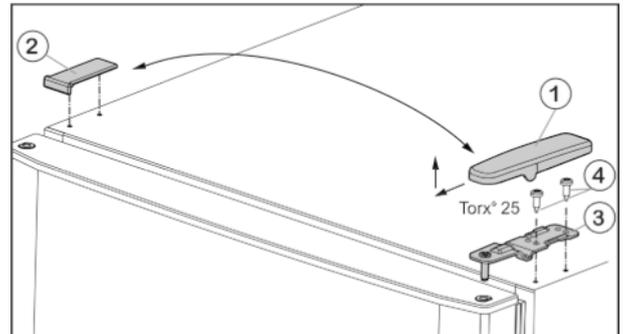

Fig. 5
- ▶ Потяните крышку Fig. 5 (1) вперед и вверх.
- ▶ Снимите крышку Fig. 5 (2).
- ▶ Открутите верхний опорный кронштейн Fig. 5 (3) (2 шт. Torx® 25) Fig. 5 (4) и поднимите вверх.
- ▶ Установите верхний опорный кронштейн Fig. 5 (3) на новой стороне шарнира и защелкните в дверце.
- ▶ Привинтите верхний опорный кронштейн (с моментом 4 Нм) (2 шт. Torx® 25) Fig. 5 (4). При необходимости используйте аккумуляторный шуруповерт.
- ▶ Наденьте и защелкните крышку Fig. 5 (1) на противоположной стороне снаружи.
- ▶ Также наденьте сверху и защелкните крышку Fig. 5 (2) на противоположной стороне.